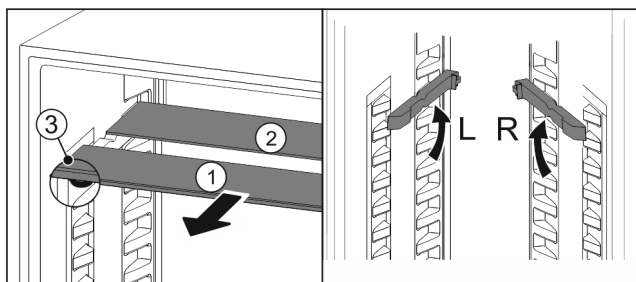

Fig. 92
- ▶ Retire las planchas de cristal individualmente hacia delante Fig. 92 (1).
- ▷ La placa de vidrio Fig. 92 (1) con moldura está situada delante.
- ▷ Los topes Fig. 92 (3) miran hacia abajo.